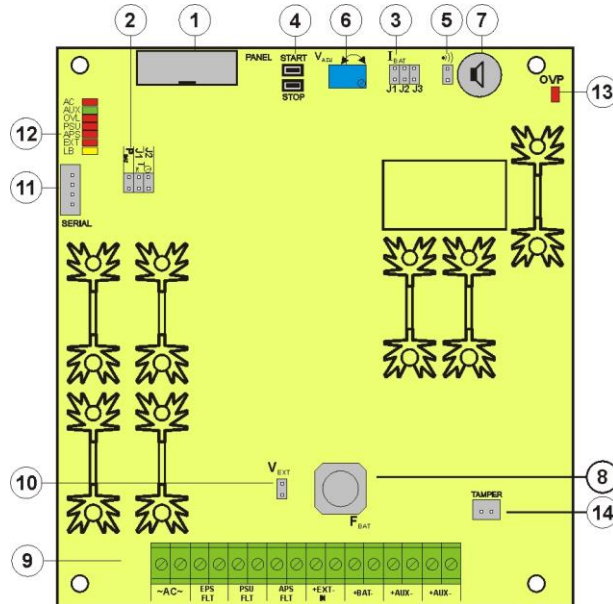

Abb. 2. Ansicht der PCB Platte des Netzteils.
Tabelle 1. Elemente der pcb -Platte des Netzgeräts (Abb. 2).
①	Separationstrafo
②	Patte des Netzgeräts(siehe Tab. 1, Abb. 2)
③	TAMPER; Mikroschalter (Kontakte) des Antisabotageschutzes (NC)
④	FMAINS Sicherung im Kreis der Speisung (~230 V)
⑤	L-N Klemme der Versorgung 230 V,  Schutzklemme
⑥	Steckverbinder des Akkus; positiv: +BAT = rot, negativ: - BAT = schwarz
⑦	Griff des Antisabotagetampers.